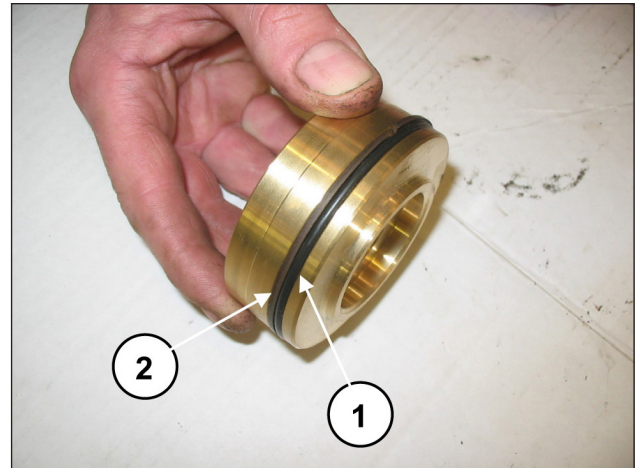

Abb. 127
Montieren Sie den O-Ring, Pos. 17 Explosionszeichnung (Pos. ①, Abb. 127) und den Stützring, Pos. 21 Explosionszeichnung (Pos. ②, Abb. 127) auf die Druckventilkappe.